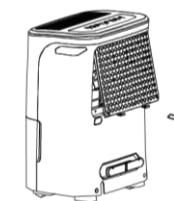

Abb. 8
- Fassen Sie den Filter an der Lasche und ziehen Sie ihn nach oben, nehmen Sie ihn anschließend wie in Abb. 8 gezeigt heraus.